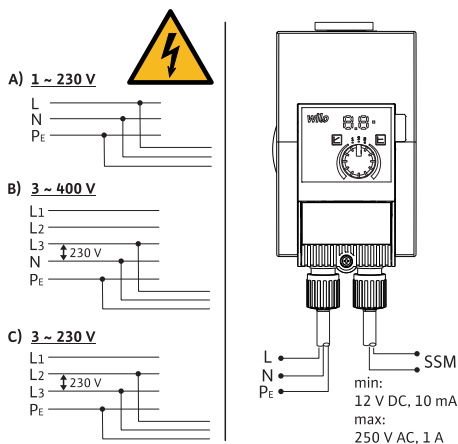

Fig. 3: Prijungimo galimybės
- Prijunkite prie 230 V žemos įtampos tinklų. Jungiant prie IT sistemų („Isolé Terre“ maitinimo tinklo) įsitikinkite, kad įtampa tarp fazių (L1-L2, L2-L3, L3-L1 → Fig. 3) neviršija 230 V. Gedimo (įžeminimo) atveju įtampa tarp fazių jungčių ir PE neturi viršyti 230 V.